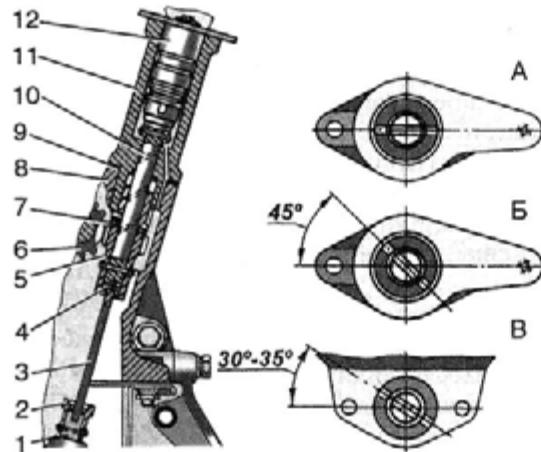

Рис. 4.2.19. Привод масляного насоса и распределителя зажигания:
Изношенный по диаметру валик 10 (рис. 4.2.19) привода распределителя восстанавливается хромированием с последующей шлифовкой до диаметра $13^{-0,011}$ мм.
При разборке насоса предварительно высверлите расклепанную головку штифта крепления втулки 2 (см. рис. 4.2.19) на его валике 1, выбейте штифт, снимите втулку и крышку насоса. После этого выньте валик насоса вместе с ведущей шестерней из корпуса в сторону его крышки.
- ♦ проверните валик привода, чтобы прорезь на его торце для шипа распределителя была расположена так, как указано на рис. 4.2.19,Б, а валик масляного насоса при помощи отвертки проверните в положение, указанное на рис. 4.2.19,В;
- ♦ осторожно, не задевая шестерней за стенки блока, вставьте привод в блок. После установки привода на место его валик должен занять положение, указанное на рис. 4.2.19,А.